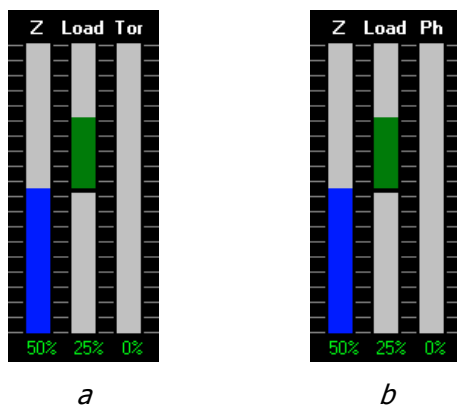

Рис. 2.4. Панель индикаторов в статическом (а) и динамическом (б) режимах.
Панель **индикаторов** (рис. 2.4) активизируется кнопкой  в линейке инструментов или командой меню *View > Indicator* и графически показывает состояние наиболее важных параметров измерительной системы:
- Tor (в статическом режиме, Рис. 2.4 а) – значение кручения, определенное по соотношению сигналов от левой и правой половин фотодетектора. Равновесное состояние кантилевера, то есть отсутствие кручения, соответствует 50%;
- Ph (в динамическом режиме, рис. 2.4 б) – сдвиг фазы колебаний кантилевера зонда (в градусах). Сдвиг между фазой входного сигнала, управляющего колебаниями кантилевера зонда, и выходного сигнала, регистрируемого на фотодетекторе. Сдвиг обусловлен механическими процессами, происходящими при контакте острия зонда с измеряемой поверхностью, и несет дополнительную информацию о локальных свойствах поверхности.